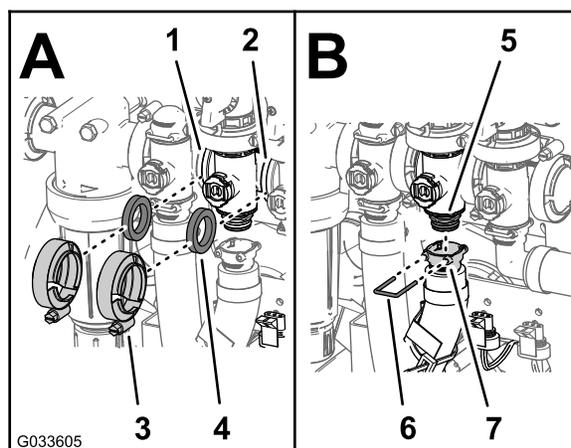

Рисунок 113
2. Смонтируйте перепускной клапан перемешивания, прокладку и коллектор клапана перемешивания с помощью фланцевого хомута, затянув его вручную (Рисунок 113).
3. Установите прокладку между фланцами клапана регулирования интенсивности опрыскивания и коллектором клапана перемешивания (вид А на Рисунок 113).
4. Смонтируйте клапан регулирования интенсивности опрыскивания, прокладку и коллектор клапана перемешивания с помощью фланцевого хомута, затянув его вручную (вид А на Рисунок 113).
5. Установите прокладку между фланцами коллектора клапана перемешивания и главного клапана стрелы (вид А на Рисунок 113).
6. Смонтируйте коллектор клапана перемешивания, прокладку и главный клапан стрелы с помощью фланцевого хомута, затянув его вручную (вид А на Рисунок 113).
7. Установите выпускной штуцер на штуцер муфты в нижней части коллектора клапана перемешивания (вид В на Рисунок 113).
8. Закрепите выпускной штуцер на штуцере муфты, вставив держатель в гнездо выпускного штуцера (вид В на Рисунок 113).